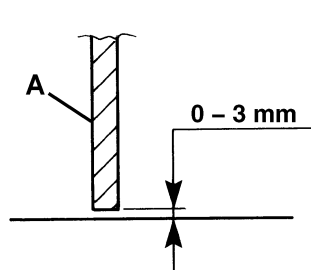

Рисунок 14
4. Проверьте, что боковые юбки (13 и 14) находятся на расстоянии 0-3 мм от земли (А, Рис. 14). Если необходимо, отрегулируйте высоту юбки следующим образом.
- Задняя юбка (А, Рис. 14) находится на расстоянии 0-3 мм от земли (как показано на рисунке).